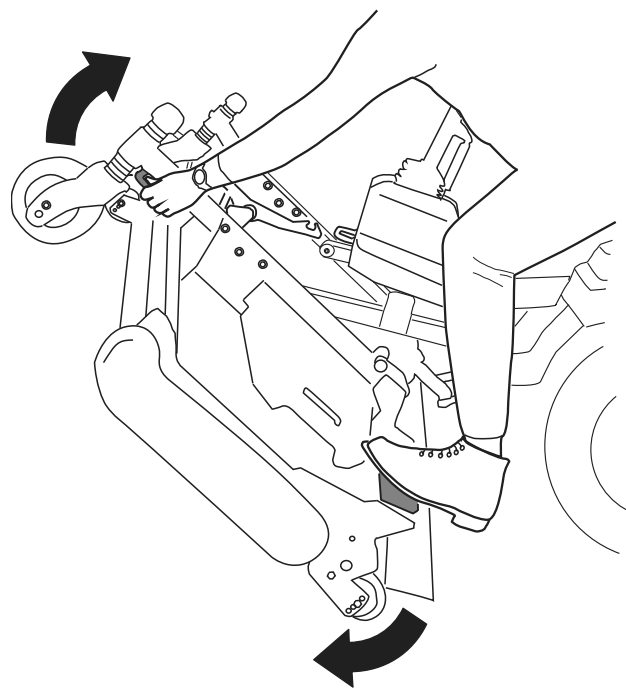
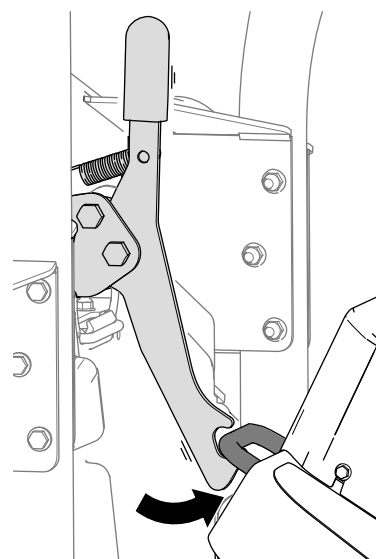

Bild 40
Bild 41
5. Drehen Sie das Mähwerk (Bild 40) so, dass die Verriegelung in die Befestigungshalterung (Bild 41) einrastet.
1. Lösen Sie die Verriegelung des Mähwerks von der Befestigungshalterung (Bild 42), indem Sie das Mähwerk leicht nach vorne drehen (siehe Bild 40) und den Verriegelungsgriff nach vorne ziehen.